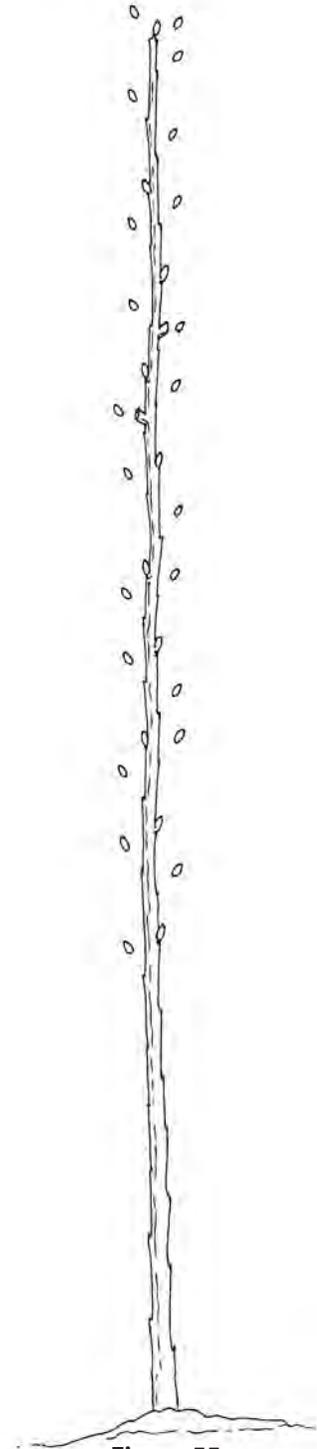

Figura 55
- Escoja una yema a cada 4 o 4.5 pulgadas a lo largo del eje (Figura 55). Escoja aquellas yemas con el potencial de formar una espiral continua de brotes alrededor del eje.